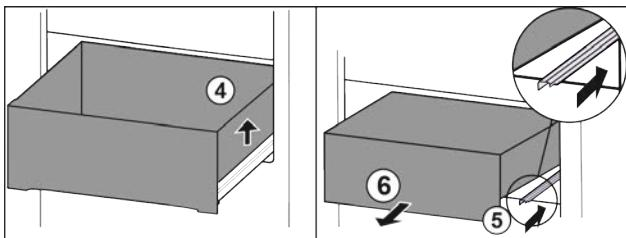

Fig. 14\*
- Приподнимите выдвижной ящик справа Fig. 14 (4).\*
- Вставьте правую направляющую Fig. 14 (5).\*
- Извлеките выдвижной ящик движением вперед Fig. 14 (6).\*